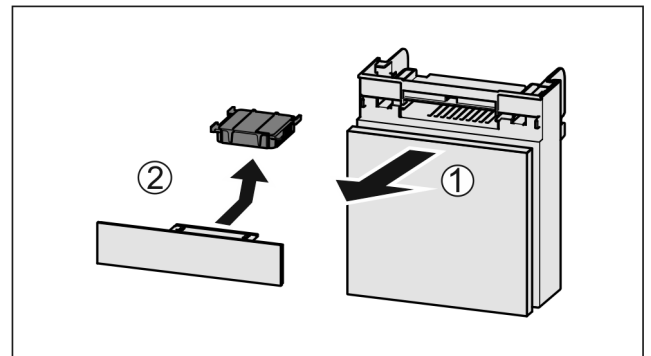

Fig. 110
- Fach nach vorne herausziehen Fig. 110 (1).
- Aktivkohlefilter entnehmen Fig. 110 (2).